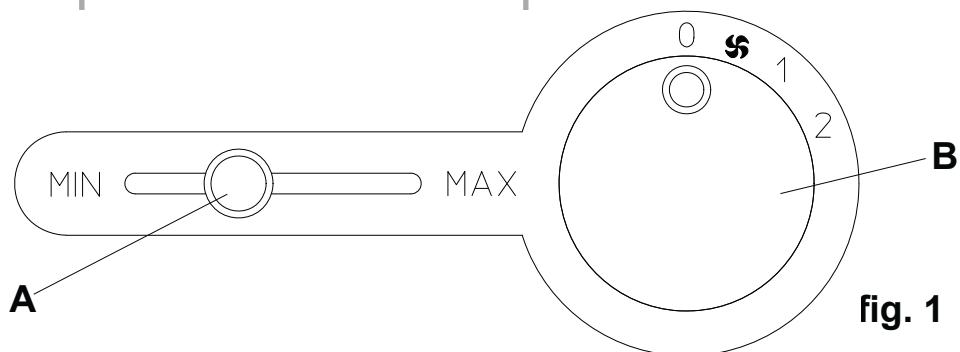
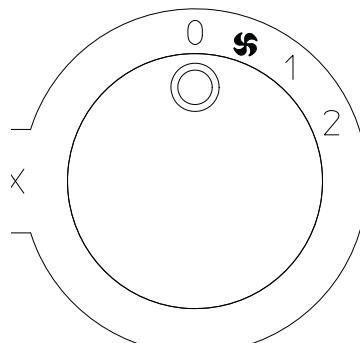
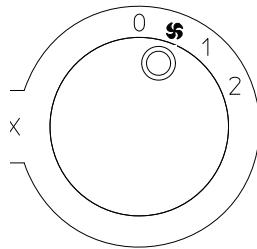

fig. 1
fig. 2
fig. 3
- Stellen Sie sicher, dass der Bezug "I" des Drehknopfes "B" (Abb. 1) mit dem Symbol "O" auf der Bedienkonsole (Abb. 2).
- Verifique que la referencia "I" de la manija "B" (fig. 1) esté alineada con el símbolo "O", presente en el panel de mandos (fig. 2).
- Per attivare la funzione VENTILAZIONE, ruotare la manopola "B" in modo che il riferimento "I" (fig. 1) sia allineato al simbolo "VENTOLA" presente sul pannello comandi (fig. 3).
- Per attivare la funzione POTENZA MINIMA, ruotare la manopola "B" (fig. 1) in modo che il riferimento "I" sia allineato al simbolo "■" presente sul pannello comandi (fig. 4).
- *To activate VENTILATION function, turn knob "B" so that reference mark "I" (fig. 1) is aligned with the "FAN" symbol on the control panel (fig. 3).*